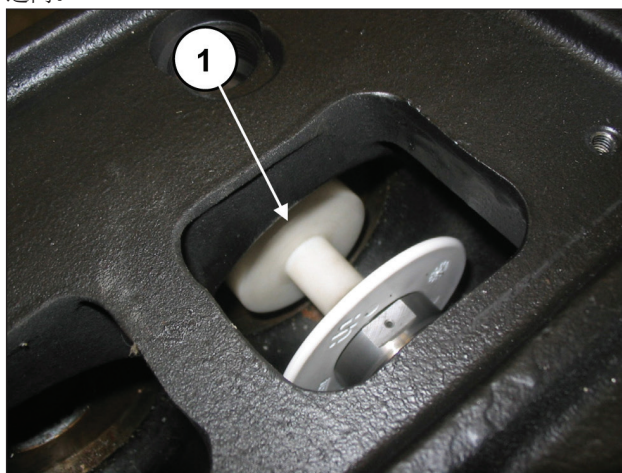

图158
用手转动轴，令3个活塞逐渐处于上止点的位置，并将缓冲垫（代码27516600）插入活塞导承和活塞（①，图158）之间。